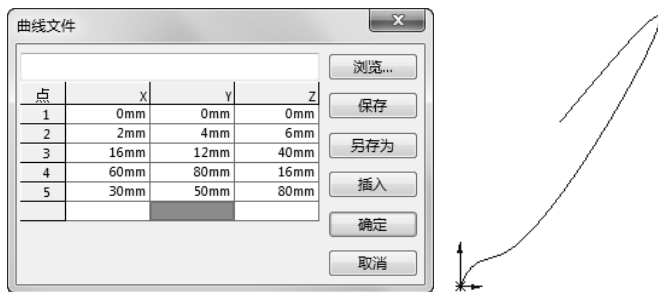

图 3-45 插入的文件及其预览效果
- 1) 选择菜单栏中的“插入”→“曲线”→“通过 XYZ 点的曲线”命令，或者单击“曲线”工具栏中的（通过 XYZ 的曲线）按钮，系统弹出的“曲线文件”对话框如图 3-45 所示。
- 3) 插入文件后，文件名称显示在“曲线文件”对话框中，并且在图形区中可以预览显示效果，如图 3-45 所示。双击对话框中的坐标可以修改坐标值，直到满意为止。